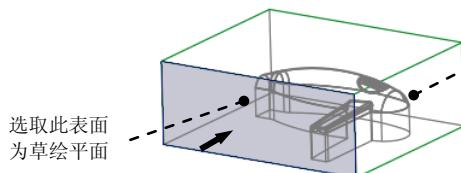

图 8.38 定义草绘平面
(1) 选择命令。单击 **编辑模具体积块** 功能选项卡 **形状** ▾ **区域** 中的 按钮，此时系统弹出“拉伸”操控板。
(2) 定义草绘截面放置属性。在图形区右击，从系统弹出的快捷菜单中选择 **定义内部草绘...** 命令；在系统 **选择一个平面或曲面以定义草绘平面。** 的提示下，选取图 8.38 所示的坯料表面为草绘平面，接受默认的箭头方向为草绘视图方向，然后选取图 8.38 所示的坯料侧面为参考平面，方向为 **右**。然后单击 **草绘** 按钮。